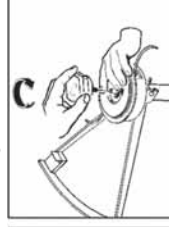

Fig. 9G
10. Tenete la molla tesa premendo continuamente la bobina nella custodia e fissate la vite in senso orario. A questo punto stringete la vite con la mano (fig. 9G).